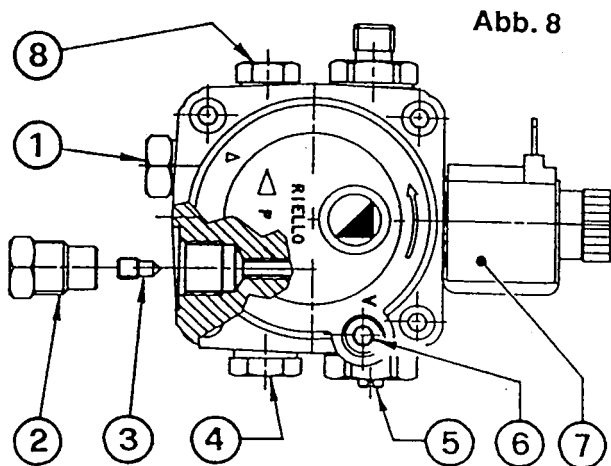

Abb. 8
■ Die Pumpe ist werksseitig für den Zweirohr-Betrieb eingerichtet. Wird ein Pumpen-Einrohrbetrieb für notwendig erachtet, so ist die Rücklauf-Schlauchleitungsmutter (2) zu lösen und die By-Pass Schraube (3) zu entfernen. Danach ist die Rücklauf-Schlauchleitungsmutter wieder anzuschließen. (Siehe Abb. 8)
ist es ausreichend, wenn man den Vakuummeter-Anschluß (6, Abb. 8) lockert und das Austreten des Brennstoffes abwartet.
- Veränderungen werden mit Hilfe der Schraube (5, Abb. 8, Seite 4) vorgenommen.